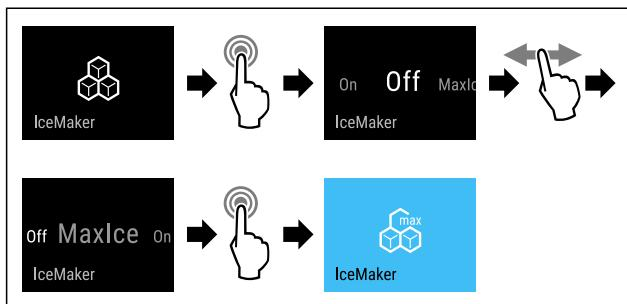

Fig. 17
- Провести етапи операцій (див. Fig. 17).